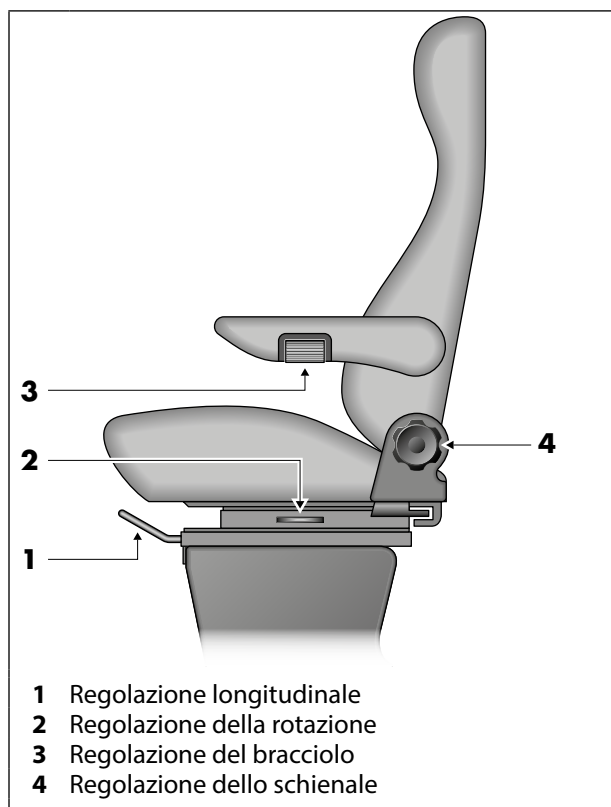

Fig. 1 Elementi di comando nel sedile del veicolo
1. Tirare verso l'alto la leva di sblocco (Fig. 1, pos. 1) e mantenerla in questa posizione.
1. Tirare la leva di sblocco (Fig. 1, pos. 2) e mantenerla in questa posizione.
1. Ruotare il volantino (Fig. 1, pos. 4) in avanti o indietro e posizionare lo schienale nella posizione desiderata.
2. Regolare l'altezza del bracciolo mediante il rullo rotante (Fig. 1, pos. 3):